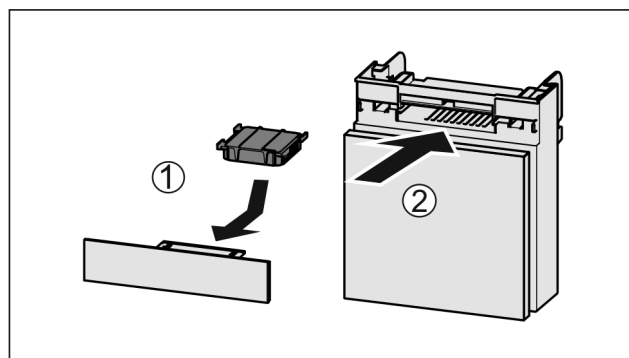

Fig. 87
- Filtr s aktivním uhlím vložte podle vyobrazení Fig. 87 (1).
- Zásuvku zasuňte Fig. 87 (2).